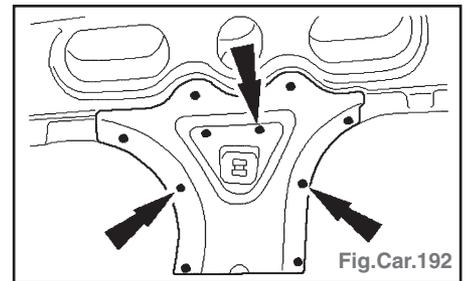

Fig.Car.192
- Tôle intérieure de montant B : Framer les points de soudure (Fig.Car.192).